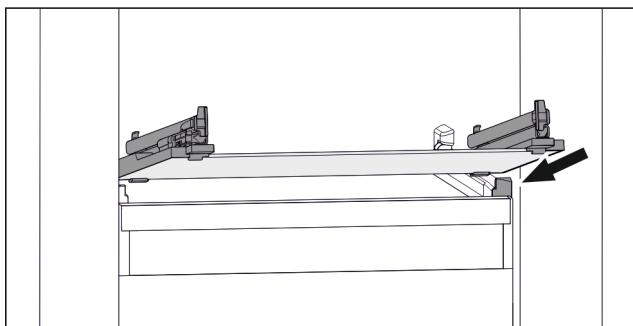

Fig. 77 Příklad znázornění skleněné desky
- Nasadte skleněnou desku šikmo za zarážky. (viz Fig. 77)